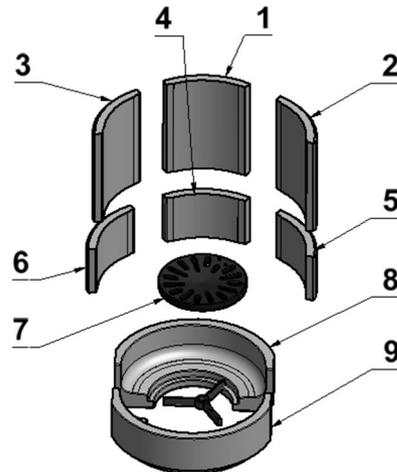

Abb. 5
**Zur Reinigung der Rauchgaswege oder zum Austausch einzelner Feuerraumplatten**, nehmen Sie die Platten im Feuerraum vorsichtig in der dargestellten Reihenfolge der folgenden Abbildung 5 (erst Pos. 1, dann Pos. 2, etc.) heraus (vorsichtig handhaben, Platten sind zerbrechlich). Beachten Sie bitte, dass das Bodensteinsegment Pos. 8 angehoben werden muss und Pos. 9 eine 1/8 Umdrehung unter den angehoben Bodenstein gedreht und dann schräg zur Seite herausgenommen wird. Etwaige Ablagerungen von Ruß und Staub wegbürsten und absaugen. Anschließend die Feuerraumplatten sorgfältig in umgekehrter Reihenfolge wiedereinsetzen.